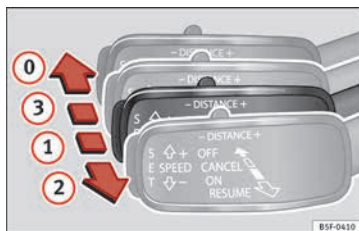

Fig. 198 A la izquierda de la columna de la dirección: tercera palanca para manejar el control adaptativo de velocidad.
Es posible activar el ACC de nuevo tirando de la palanca hasta la posición ② » fig. 198.